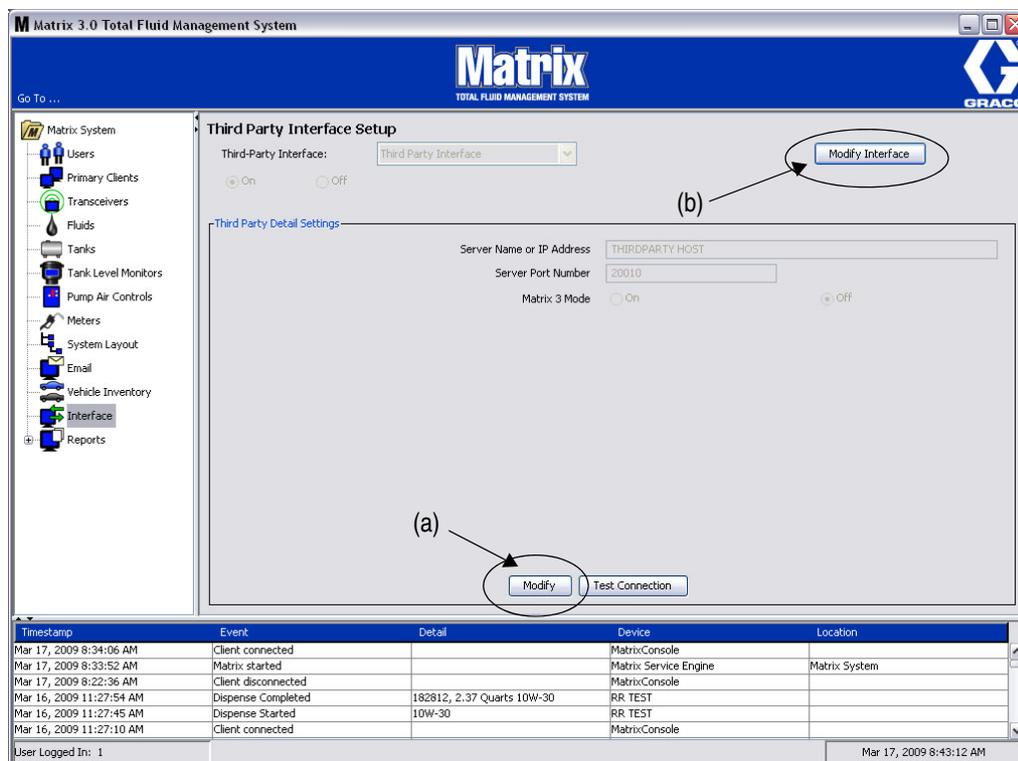

FIG. 162
- Haga clic en el botón **Modificar** (a) (FIG. 162 de la página 118) para visualizar el cuadro de diálogo Configuración de interfaz externa.
1. Haga clic en el botón **Modificar interfaz** (b) (FIG. 162). Aparecerá el cuadro de diálogo Configuración de la interfaz externa que se representa en la FIG. 164. Este cuadro de diálogo se utiliza para especificar la interfaz de terceros que está utilizando.